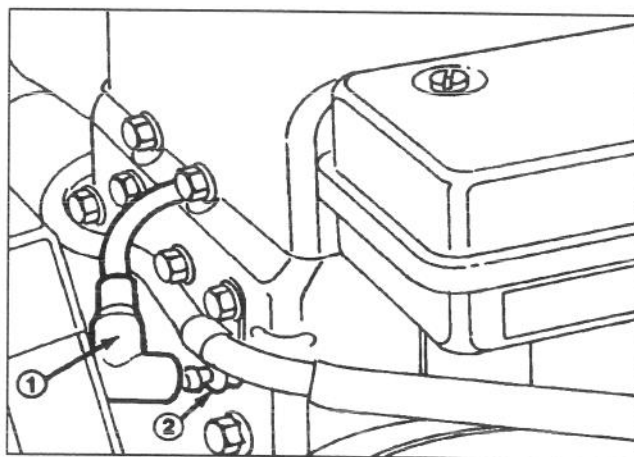

Figure 11
Afin d'éviter tout démarrage accidentel du moteur au cours de l'entretien, couper le moteur et enlever la clé de contact. Retirer également le fil de la bougie d'allumage (Fig. 11). S'assurer que le fil ne touche pas la bougie accidentellement.
1. Retirer le fil de la bougie d'allumage (Fig. 11).